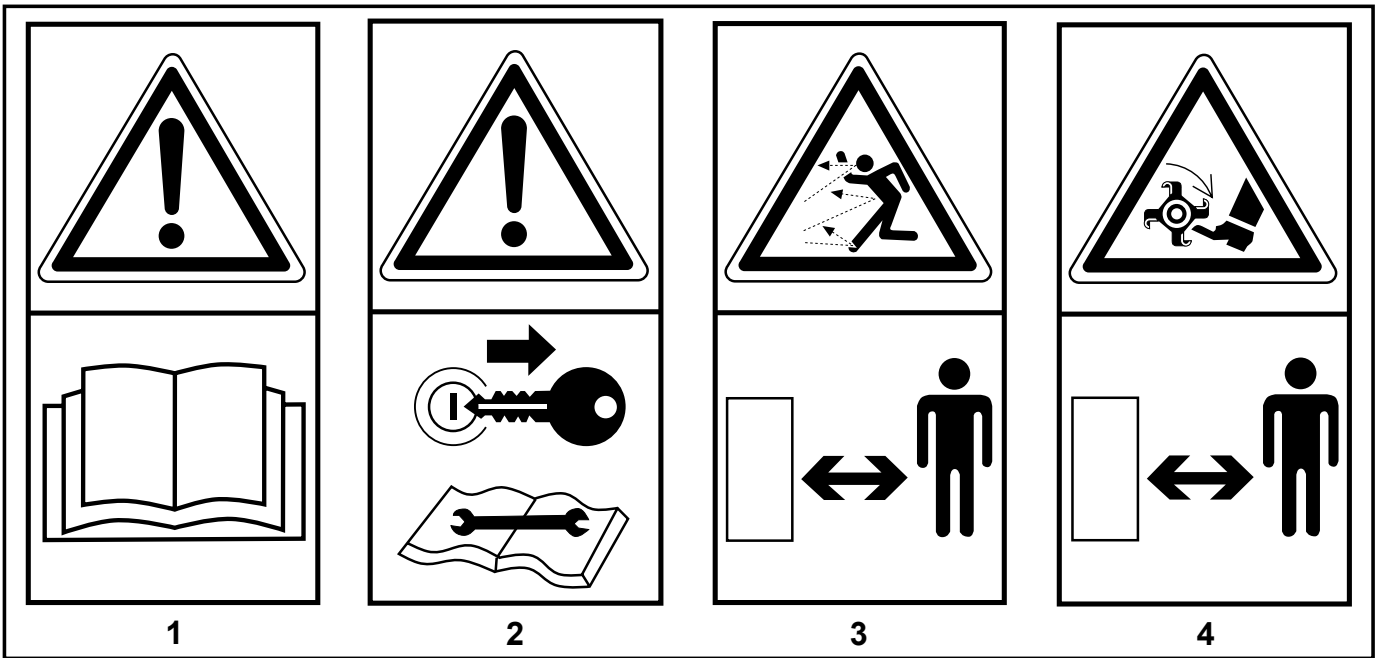

Abb. 6
2.1 SICHERHEITSAUFKLEBER (Abb. 6)